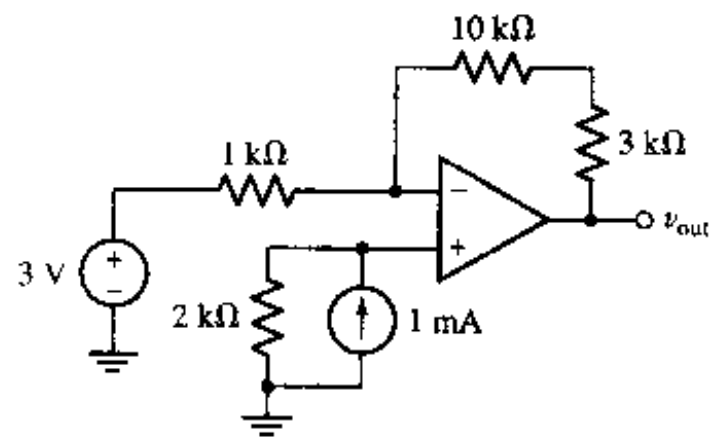

图 6.33
12. 如图 6.33 所示运放电路, 计算 v_{out} 。